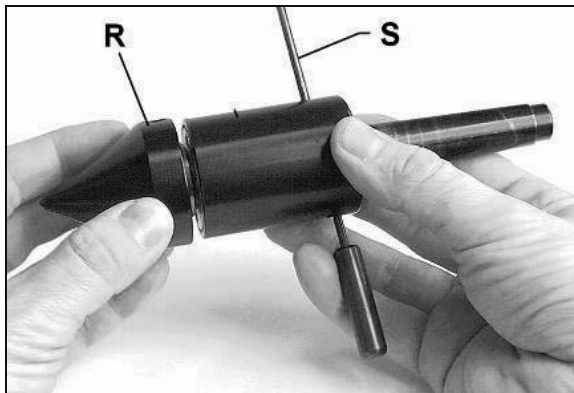

Fig. 35
Pour dévisser la pointe conique (R, Fig. 35) il faut que la broche soit fixée à la goupille transversale (S).